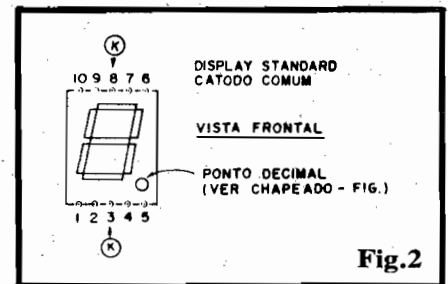

Fig.2
- **FIG. 2 - O DISPLAY** - NO FRED, usamos 3 **displays** numéricos de 7 segmentos, a LEDs (vermelho ou laranja, em sua luminosidade...), obrigatoriamente do tipo **catodo comum**, e com pinagem **standard**. O indicado código MCD198K (ver LISTA DE PEÇAS) admite várias equivalên-